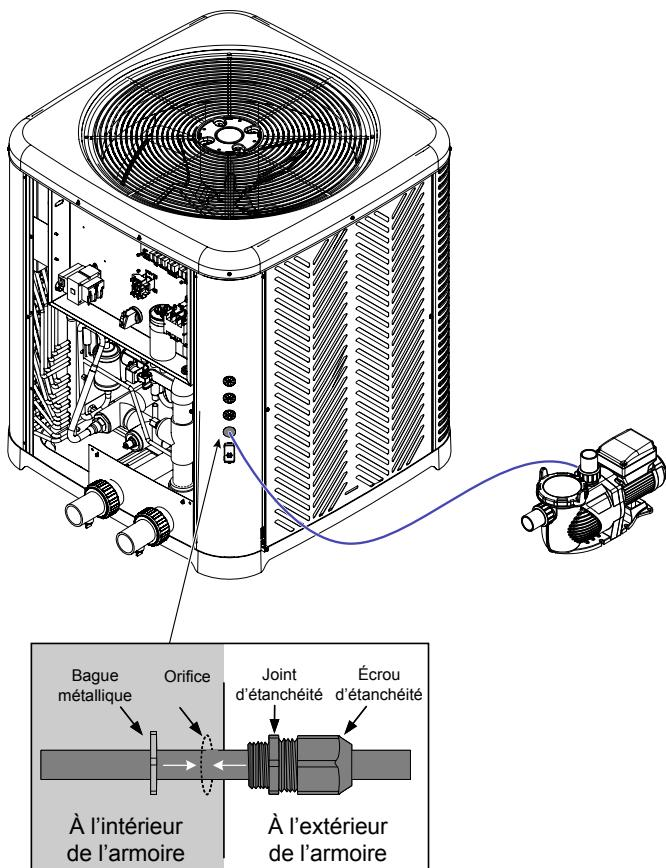

Figure 131. Câblage d'équipements externes à l'aide de raccords étanches
- Si vous décidez d'enlever les passe-fils pour connecter des équipements externes à l'appareil, utilisez des conduits métalliques ou des câbles résistants aux intempéries. Ensuite, connectez le conduit ou les câbles à l'ouverture à l'aide de raccords étanches pour empêcher l'eau ou la poussière de pénétrer dans le système. Voir **Figure 131**.